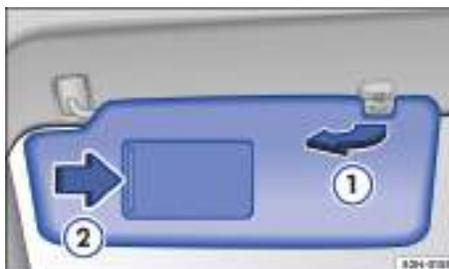

Fig. 85 En la parte delantera del revestimiento interior del techo: parasol.
- Se pueden extraer del soporte y girar hacia las puertas → fig. 85 ①.